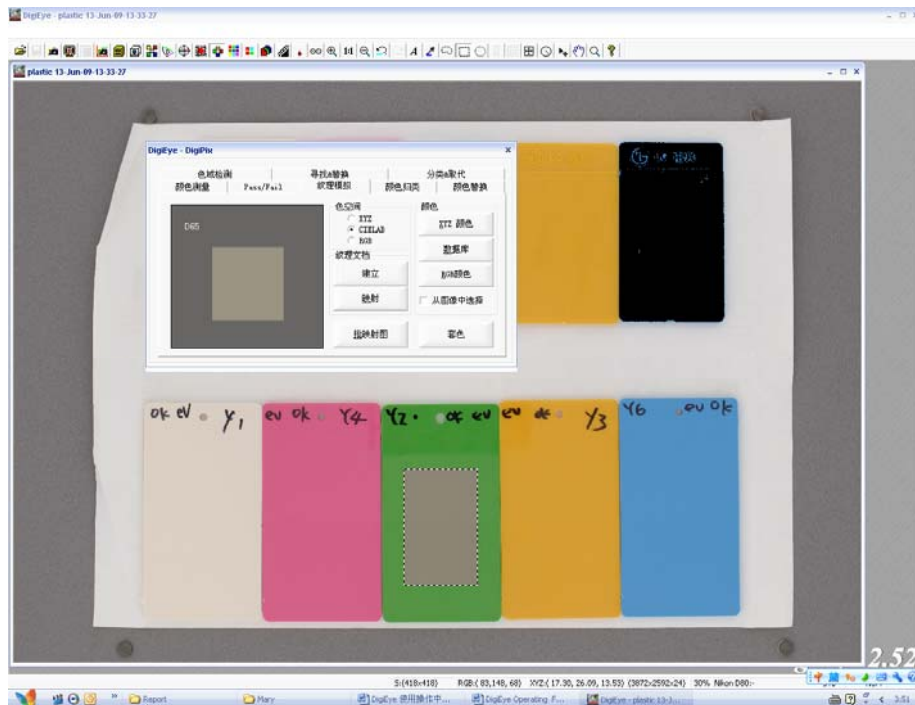

图 5
3. 纹理模拟（图 5），在图像上的某一纹理组织需要看不同颜色下的效果时候，可以使用纹理模拟，选择颜色，给定需要套色的范围后，点“套色”，即可以看到套色后的效果（图 5）：